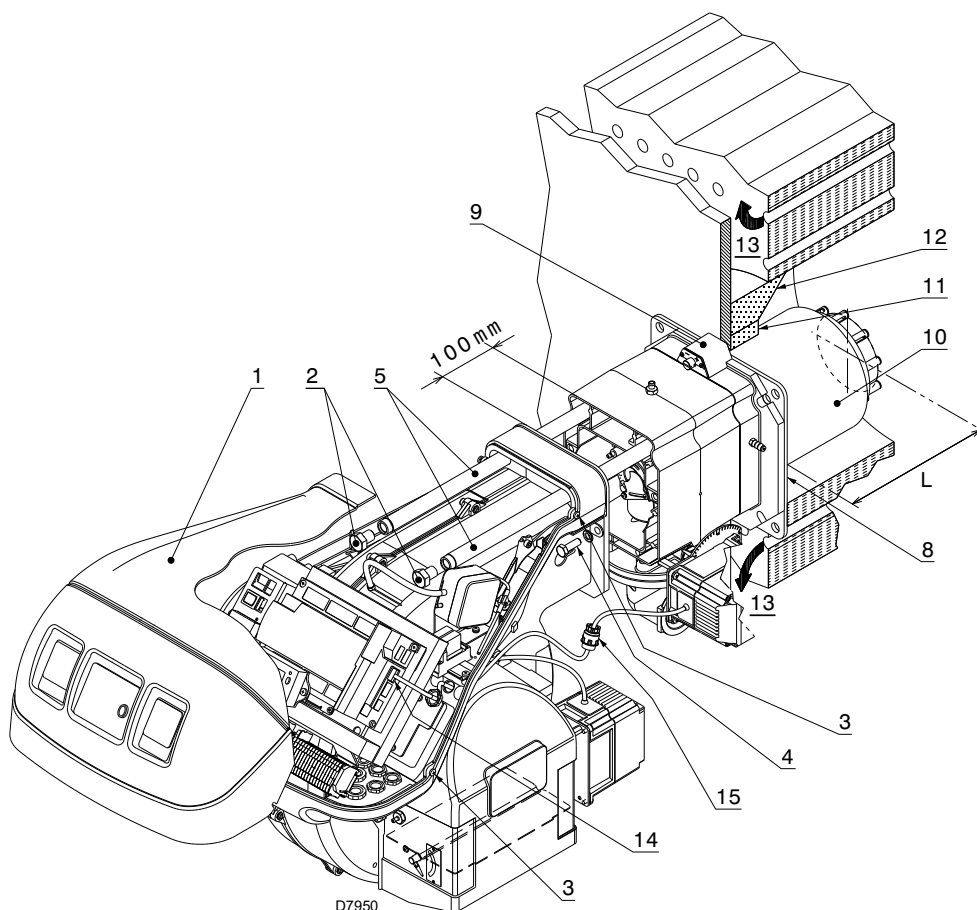

Abb. 17
Stellen Sie bei Kesseln mit vorderem Rauchlauf 13)(Abb. 17 auf Seite 24) oder mit Flammenumkehrkammer muss eine Schutzschicht aus feuerfestem Material 11) zwischen dem als Hitzeschutz zwischen Kessel 12) und Flammrohr 10) aus.
Trennen Sie die Flammkopf vom übrigen Brenner, wie in Abb. 17; und wie folgt fortfahren:
- den Brenner auf den Führungen 3) etwa 100 mm von Muffe 4) - Brenner in der in Abb. 17 gezeigten Position montieren;
- den Stecker des Stellmotors 14)(Abb. 17) anschließen und die Kabeldurchführung 15) anschrauben;